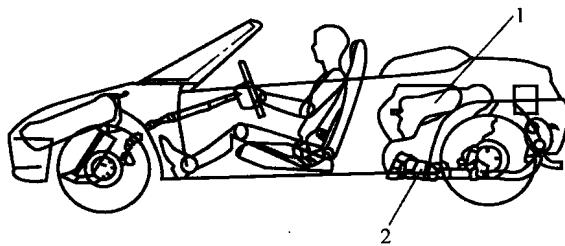

图 1-7 发动机中置后轮驱动(MR型)
(4) 发动机中置后轮驱动(MR 型)。发动机中置后轮驱动(MR 型)方式如图 1-7 所示，发动机、离合器和变速器布置在前、后轴之间，靠近后轴，使前、后轴的质量得到理想分配。这种布置方式的优缺点介于 FF 型和 FR 型之间。广泛应用于赛车，部分大、中型客车也有采用这种布置方式的。